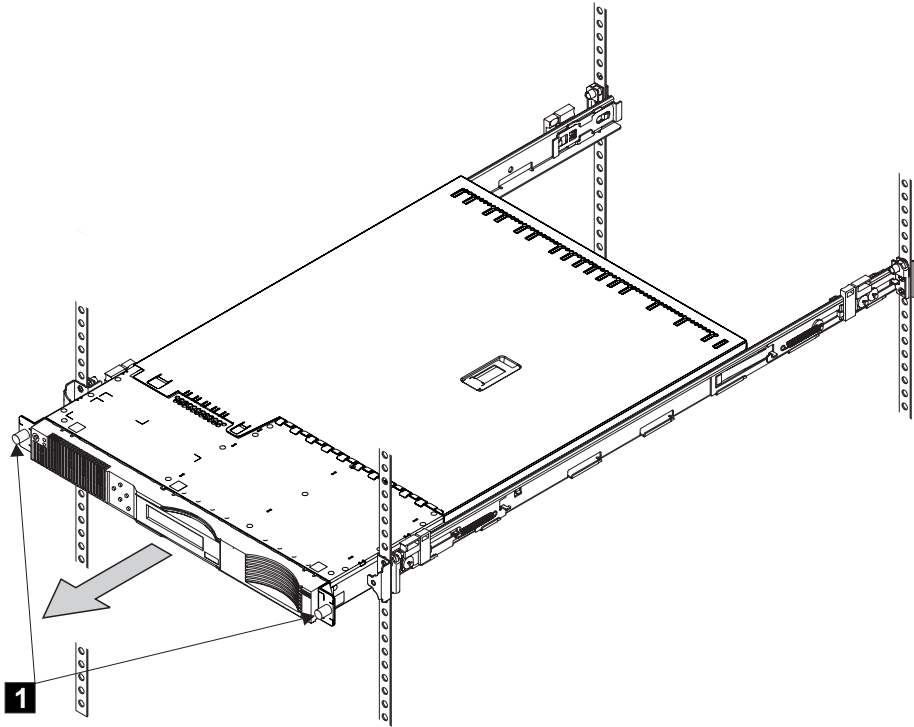

図 22. 前面のねじを緩めて、SAN ボリューム・コントローラー 2145-4F2を取り外す
1. 2 本の前部ねじ (48 ページの図 22の **1**) を外します。